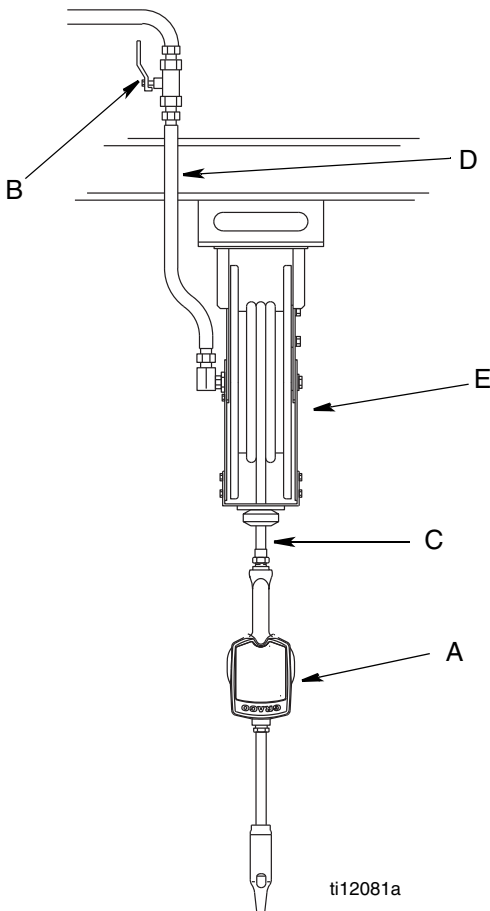

FIG. 1
La FIG. 1 muestra una instalación típica de carretel de manguera. Los surtidores también pueden instalarse en una consola como se ve en la Fig 2.
La instalación típica que se ve en la Fig 1 es sólo una guía. No es el diseño completo del sistema. Contáctese con su distribuidor Graco para obtener asistencia en el diseño de un sistema que se ajuste a sus necesidades.
3. Cierre la válvula de bloqueo (B, FIG. 1, página 4).